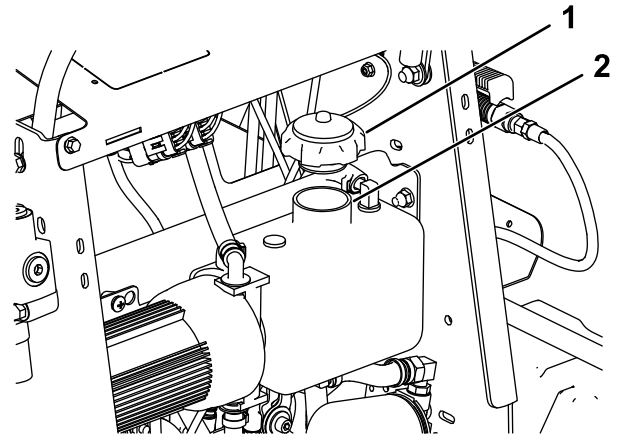

Figure 52
2. Retirez le bouchon du réservoir hydraulique (Figure 52).